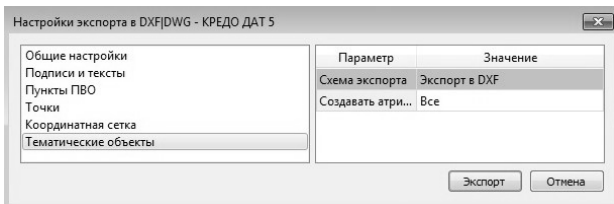

Рис. 44 Настройки экспорта тематических объектов
10. Установите в разделе **Тематические объекты** схему соответствия **Экспорт в DXF** (рис. 44).